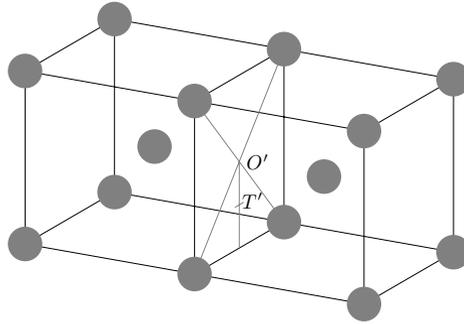

Figure 2 Sites interstitiels  $O'$  et  $T'$  dans la maille de fer  $\alpha$
- Dans la représentation de la maille de fer  $\alpha$  donnée figure 2, à quel type de site interstitiel correspond  $O'$  ? Est-il régulier ? Justifier votre réponse.